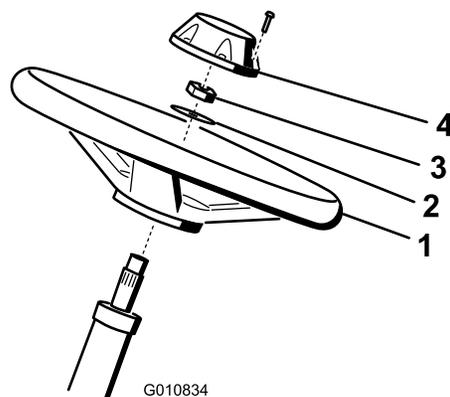

図 4
1. ハンドルをステアリング シャフトにはめ込む (図 4)。
2. ワッシャをステアリング・シャフトにはめ込む (図 4)。
3. ジャムナットでハンドルを固定し、2.8~3.6 kg.mに トルク締めする (図 4)。
4. キャップを取り付け、ねじで固定する (図 4)。